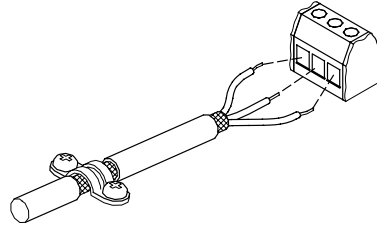

Рис. 12 Соединение оплетки и проводов экранированного кабеля с колодкой
- Экранирование кабелей должно выполняться подключением обоих концов кабельной оболочки на массу насоса. При экранировании кабелей следить за надежным соединением на массу. Торец экранирующей оболочки должен находиться на минимально возможном удалении от соединительных зажимов, смотрите рис. 12.